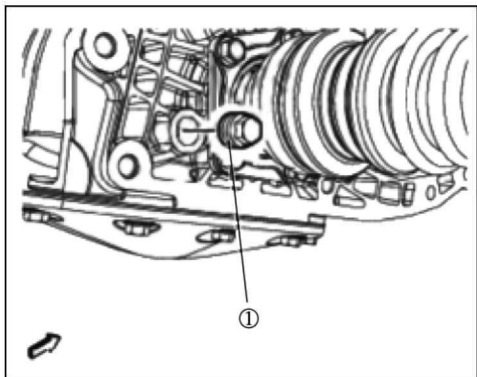
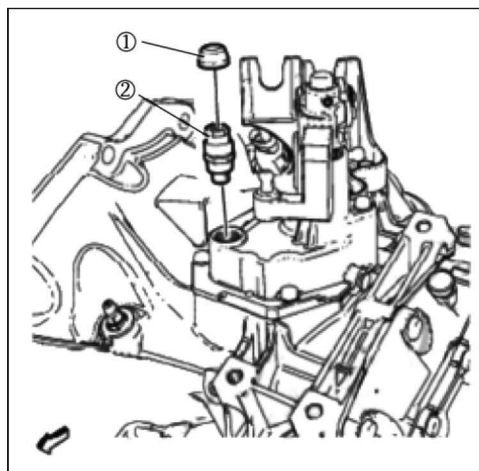

图 1-13 拆下变速器检查螺塞
图 1-14 拆下加油口盖和加油螺塞
(2) 加注变速器油
- ① 使车辆传动系统及其排气系统冷却。
- ② 如图 1-13 所示,拆下变速器检查螺塞①。
- ③ 降下车辆。
- ④ 拆下发动机控制模块并悬挂在一边。
- ⑤ 如图 1-14 所示,拆下加油口盖①和加油螺塞②。
- ⑥ 用正确的油将变速器加注至合适油位直至油从油位检查螺塞孔中溢出。
- ⑦ 如图 1-14 所示,安装加油螺塞和加油口盖①并紧固至 $35 \text{ N} \cdot \text{m}$ 。